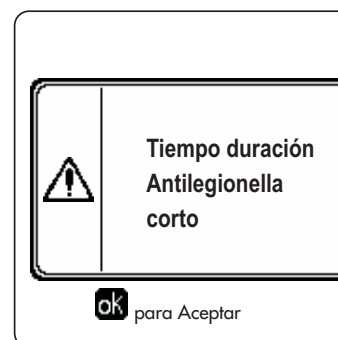

fig. 28- Mensaje Función Antilegionela no finalizada
- Si la **Función Antilegionela** no se ejecuta correctamente, en la pantalla se visualiza el mensaje indicado en fig. 28. Aunque se visualice este mensaje, la caldera sigue funcionando correctamente.